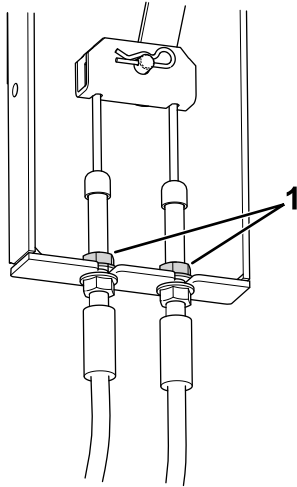

Figura 72
- Localice el soporte del cable de freno (Figura 72), debajo del lado izquierdo de la máquina, cerca de la rueda izquierda.